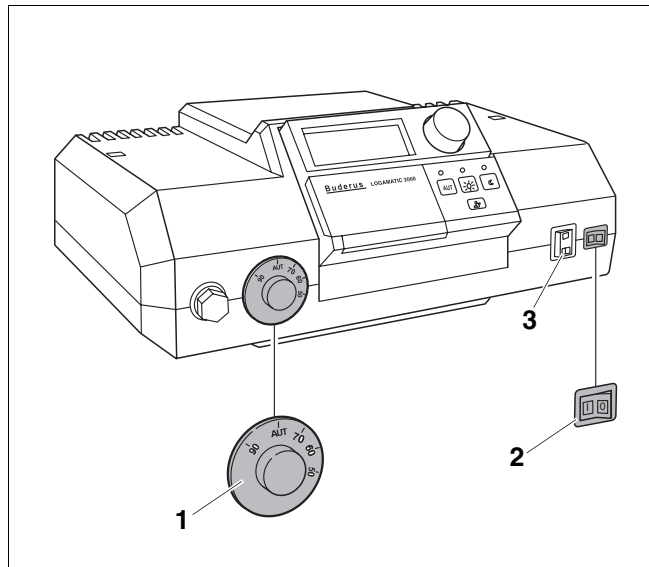
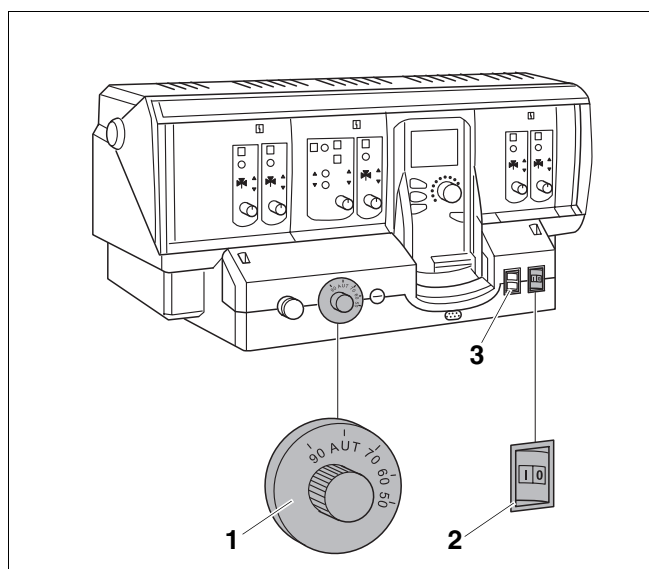

Рис. 4 Система управления (здесь: Logamatic 2107)
Рис. 5 Система управления (здесь: Logamatic 4211)
Включите отопительный котел на системе управления рис. 4 или рис. 5. При включении системы управления запустите горелку в автоматическом режиме. Затем горелка может стартовать от системы управления. Дальнейшая информация по этому вопросу находится в соответствующей инструкции по эксплуатации системы управления.
- Установите пусковой выключатель (рис. 4, **поз. 2** или рис. 5, **поз. 2**) в положение "I" (ВКЛ).
- Установите регулятор температуры котловой воды (рис. 4, **поз. 1** или рис. 5, **поз. 1**) в положение "AUT". При работе в режиме поддержания постоянной температуры установите нужную температуру (минимум 65 °C).
- Установите пусковой выключатель (рис. 4, поз. 2 или рис. 5, поз. 2, страница 8) в положение "0" (ВЫКЛ.).